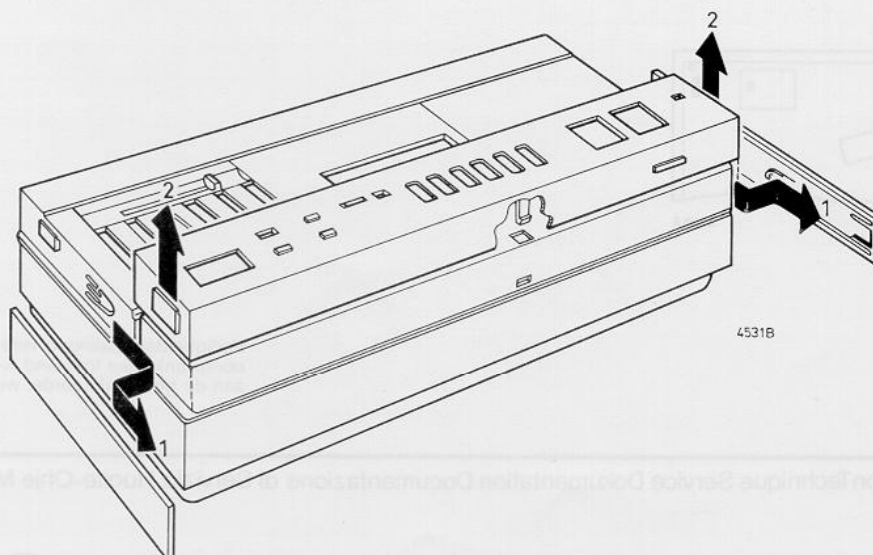

Fig. 4
1. Zijpanelen 340 (fig. 4)
2. Sierplaat 303 (fig. 4)
3. Lampjes, indikators, tellerknop (fig. 4)